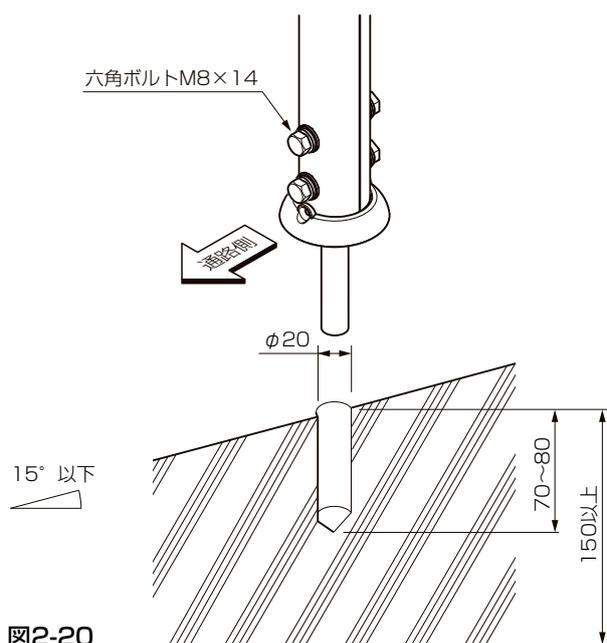

図2-20
- ①図2-20を参照して、φ20のドリルにて基礎部に必要な深さの穴をあけてください。